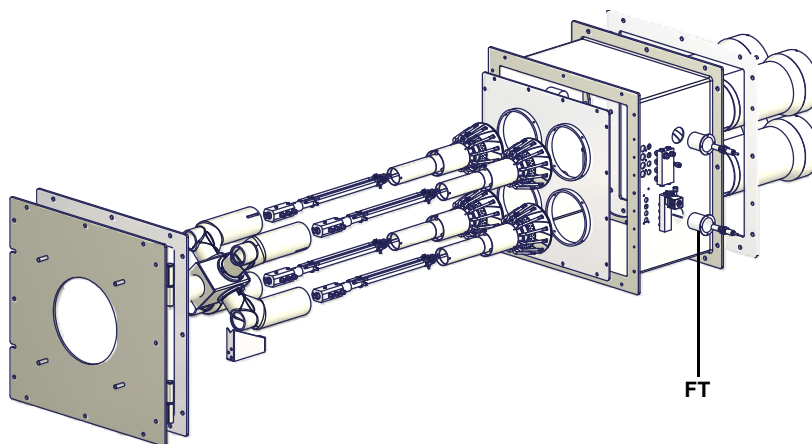

Рис. 25
- Почистить и проверить патрон дизельного фильтра, в случае необходимости заменить его (см. Рис. 25);
- Демонтировать, проверить и очистить головку сгорания (см. Рис. 25).